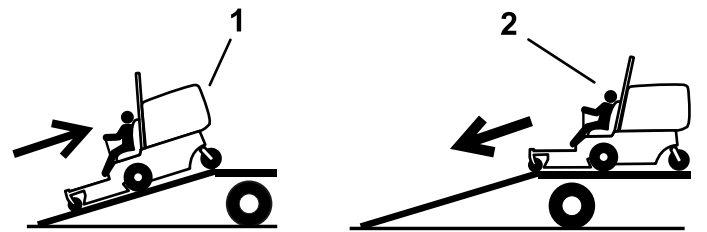

Рисунок 29
2. Перемещайте машину передним ходом при движении вниз по наклонному въезду (Рисунок 29).